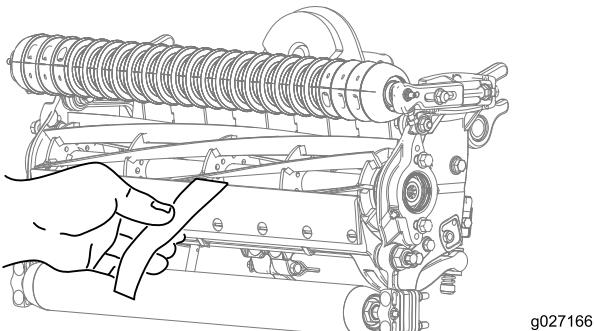

Figure 10
- Contrôlez la performance de coupe en insérant une longue bande de papier de performance de coupe entre le cylindre et la contre-lame, perpendiculairement à la contre-lame (Figure 10).